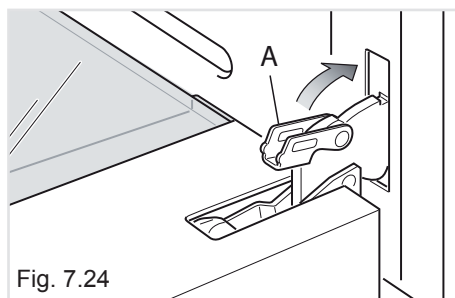

Fig. 7.24
4. Déverrouillez la porte du four en l'ouvrant complètement et en fermant le levier "A" sur les charnières gauche et droite (fig. 7.24).